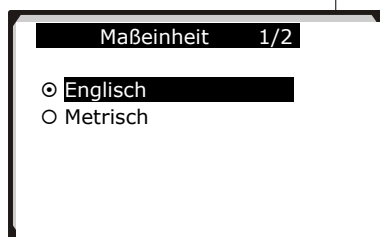

Bild 3.5
- 2) Im Maßeinheit Bildschirm, benutzen Sie die SCROLL Taste um die gewünschte Maßeinheit zu wählen. (Bild 3.5)